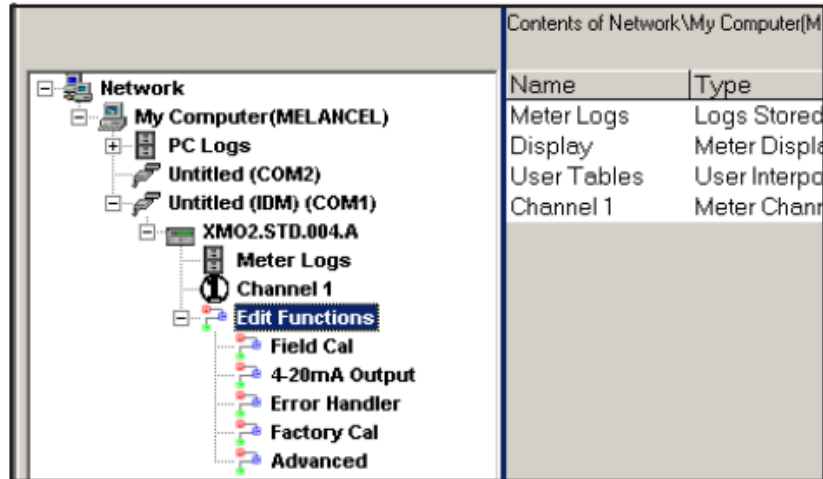

図 D-8 Edit Functions オプションを有する計測器ツリー
4. 計測器ツリーから *Edit Functions* オプションを開きます。これで、下記の図 D-8 のような使用可能メニューがリストアップされたウィンドウが表示されます。リスト表示された 5 つのメニューは、第 3 章および第 4 章で説明した IDM インタフェースを通じて使用できるメニューです。プログラミングのガイドとして、C-1 ページと C-2 ページのメニューマップを参照してください。